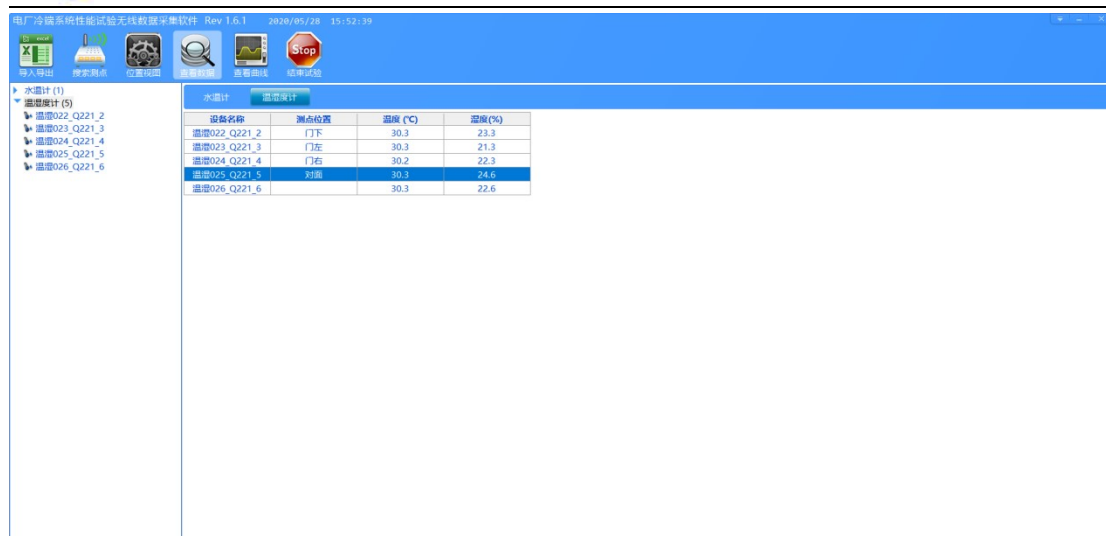

图 5.8
7. 试验过程中若要查看数据请单击“查看数据”图标, 界面就切换到数据显示界面，双击左侧设备列表就可以看到该列表下所有设备的采集数据，如图 5.8。